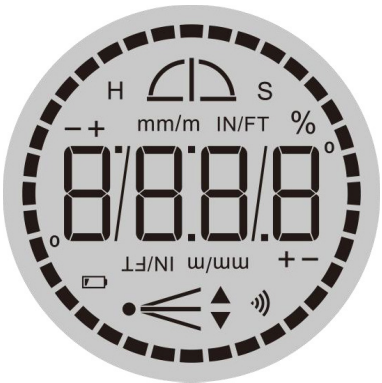

Abbildung 2
Die elektronische Libelle zeigt die Neigung in Bezug auf eine Referenzebene an. Die 36 LED um das Display (5) imitieren eine physikalische Libelle (Abb. 2). Sobald das Gerät stabil positioniert ist, leuchten am unteren Rand des Displays 19 LED auf, um die aktuelle Neigung anzuzeigen.
El nivel de burbuja electrónico muestra la pendiente con respecto a un plano de referencia. Los 36 ledes alrededor de la pantalla (5) imitan un nivel de burbuja físico (Fig. 2). Una vez que el dispositivo esté estable, se encenderán 19 ledes en la parte inferior de la pantalla para determinar la pendiente actual.